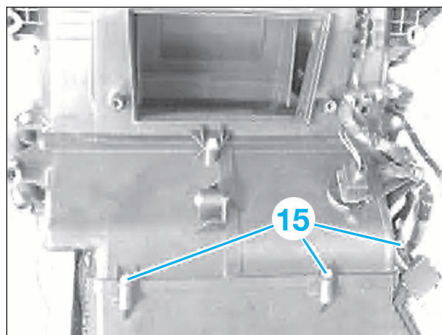

FIG. 26
- Déposer les trois vis (15) (Fig.26).